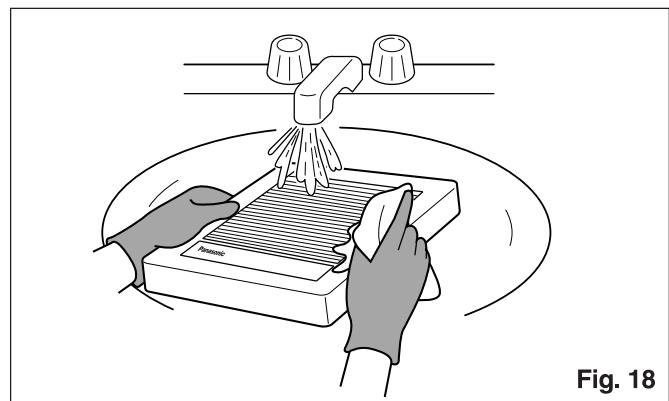

Fig. 18
2. Nettoyer la grille (utiliser un détergent ménager non abrasif). Essuyer ensuite avec un chiffon propre (voir Fig. 18).